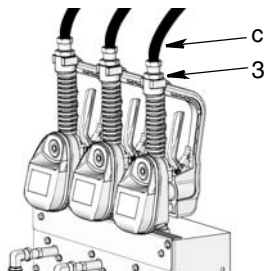

FIG. 17
2. Scollegare le linee di distribuzione del fluido (c) dal raccordo (3) (vedere FIG. 17).